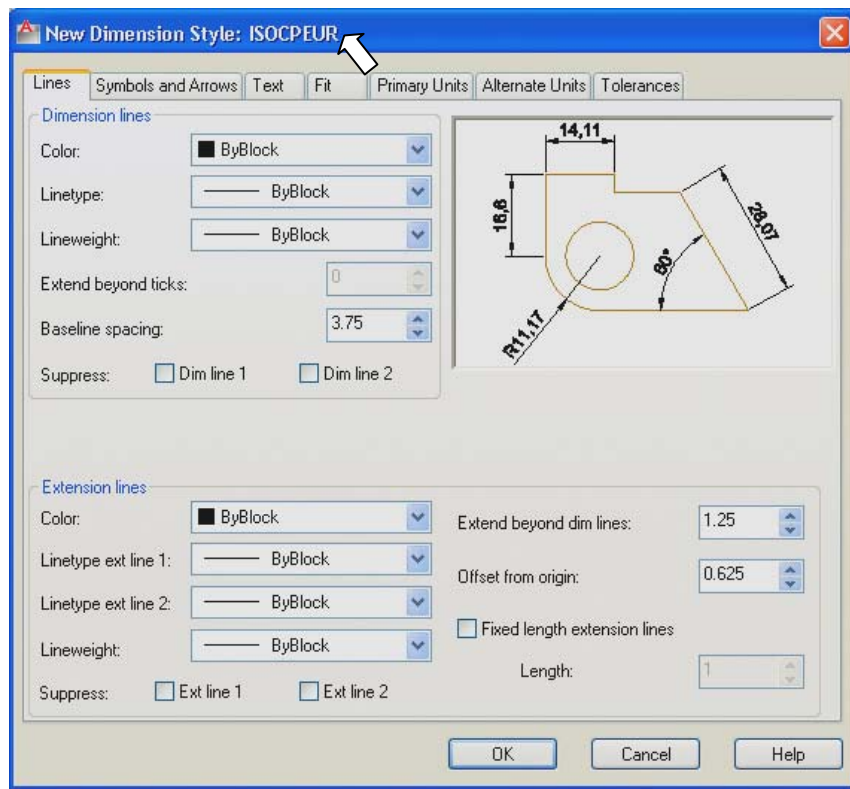

Рис. 3.14. Диалоговое окно **New Dimension Style** на вкладке **Lines**
4. Щелкните мышью на кнопке **Continue** (Далее) для продолжения создания нового размерного стиля. Появится диалоговое окно **New Dimension Style** (Создание нового размерного стиля), имеющее семь вкладок (рис. 3.14):